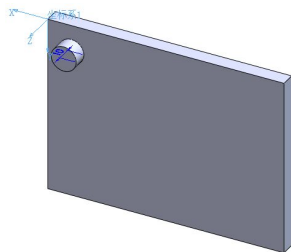

图 6-21 生成坐标系 1
(1) 生成坐标系 1。此坐标系的原点作为表格阵列的原点， $x$  轴和  $y$  轴定义阵列发生的基准面，如图 6-21 所示。
(2) 选择要进行阵列的特征。